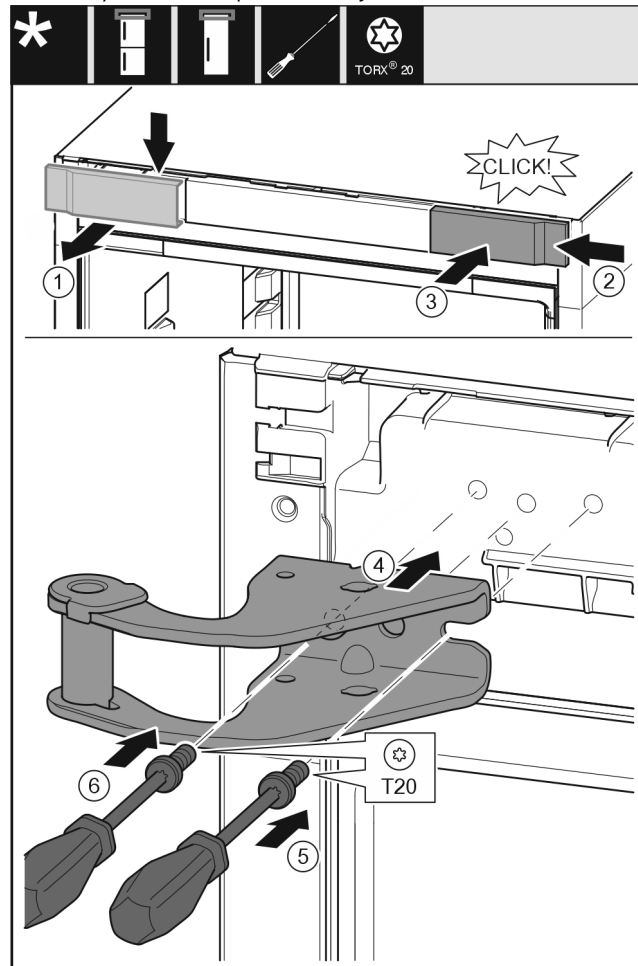

Fig. 10
- ▶ Retire la tapa desde la parte superior hacia el frente. Fig. 10 (1)
- ▶ Enganche por la derecha la cubierta girada 180° en el otro lado. Fig. 10 (2)
- ▶ Encaje la cubierta. Fig. 10 (3)
- ▶ Coloque el soporte de cojinete superior. Fig. 10 (4)
- ▶ Coloque y apriete el tornillo con el destornillador T20. Fig. 10 (5)
- ▶ Coloque y apriete el tornillo con el destornillador T20. Fig. 10 (6)